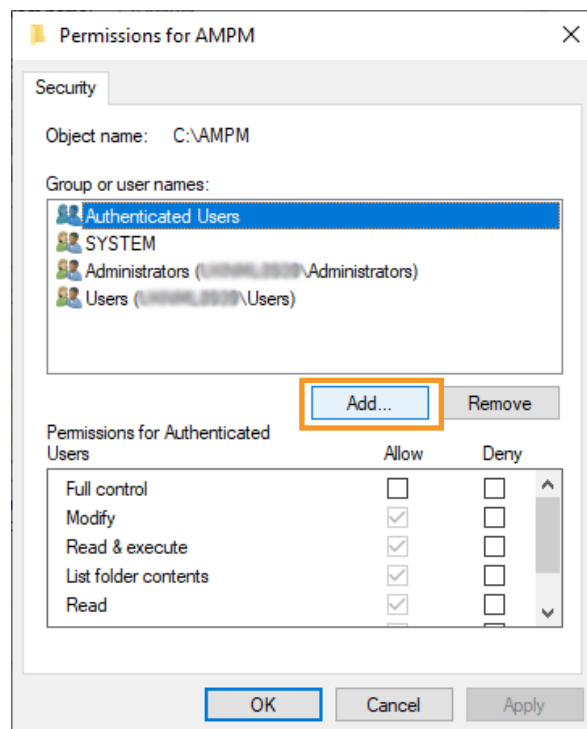

Imagen 41 Seleccione "Añadir"
2. Seleccione "Añadir" (consulte la Imagen 41).